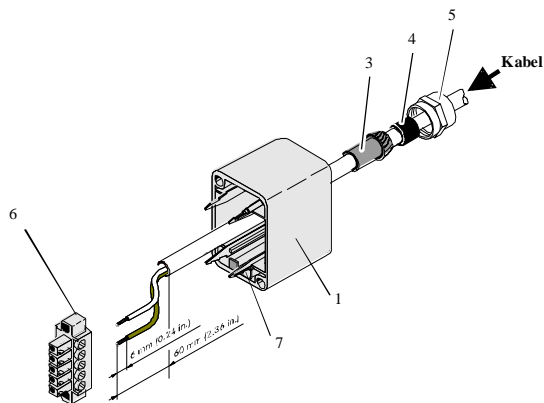
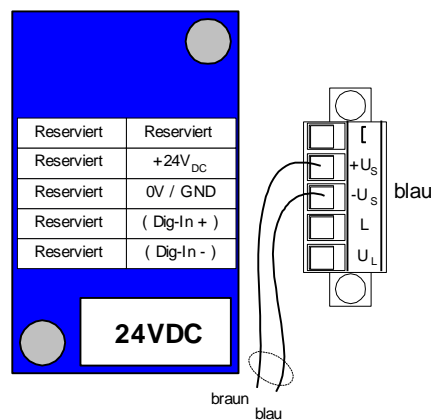

Abbildung 5-3: Anordnung der Bauteile für die Anschlusshaube
Abbildung 5-4: Anschlussbelegung für das Stromversorgungskabel
- Verdrahten Sie das Stromversorgungskabel an den entsprechenden MINI-COMBICON-Stecker (vergleiche Abbildung 5-3 Teil (6)).
- Die Anschlussbelegung entnehmen Sie bitte der obigen Abbildung 5-4.
- Ziehen Sie die Kappe (5) an der Durchführungshülse durch Drehen der Kappe mit dem Maulschlüssel (17mm) fest.
- Rasten Sie die nach der obigen Abbildung verdrahteten MINI-COMBICON-Stecker entsprechend der Farbcodierung ((7) in Abbildung 5-3) auf die Schnapphaken im Inneren der Haube auf.